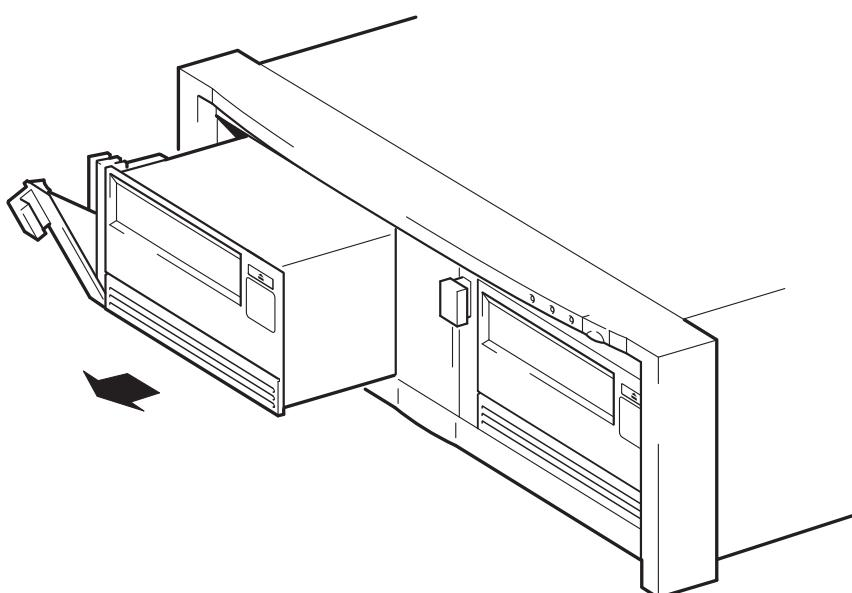

Figura 9b: rimozione dell'unità
- 2 Usando la leva di rilascio, estrarre delicatamente l'unità dall'array per nastri (vedere la Figura 9b).